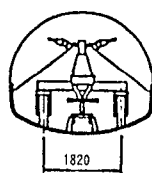
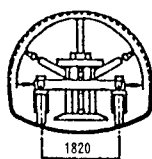

図4 インバート材搬入
図5 クラウン材搬入
- (1) トンネルに相似形な鋼板を、インバートとクラウンに分割して、工場て成形加工する。
- (2) 鋼板を現地へ輸送し、まずインバート材を専用台車により縮径して、トンネル内に搬入する。(図4)
- (3) インバート材開先合せを台車の芯出し調整機能を用いて行い、溶接接合する。
- (4) インバート材下部にグラウトを注入する。
- (5) クラウン材を同様に縮径して搬入し(図5)、芯出し後溶接する。
- (6) クラウン材と既設トンネルとの空隙に、モルタルを注入する。
- (7) 継手部の内面塗装を行い完成する。